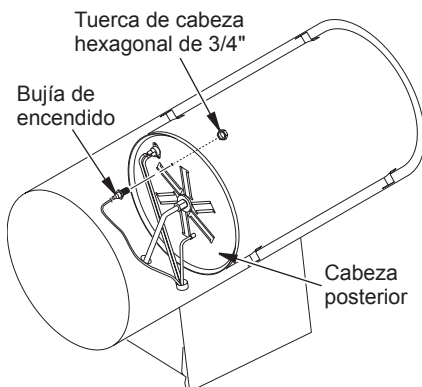

Figura 9 - Extracción de la tuerca de la bujía de encendido y de la bujía de encendido (el calentador puede ser diferente al mostrado en la ilustración)
3. Desde la parte anterior del calentador, afloje la tuerca hexagonal de 3/4" que sujeta la bujía de encendido en su lugar (consulte la figura 9).